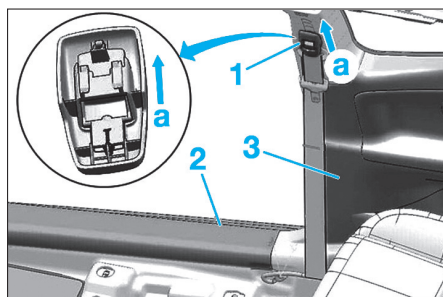
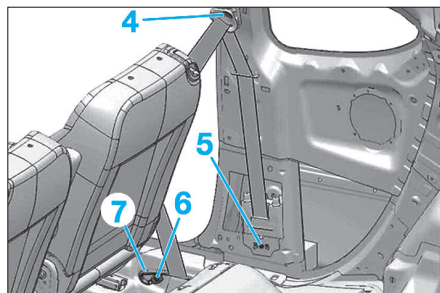

Fig. 17
Fig. 18
- Décliper en (a) le bouton de réglage (1) (Fig.17).
- Déposer les garnitures (2) et (3).
- Déposer les vis (4), (5) et (6) (Fig.18).